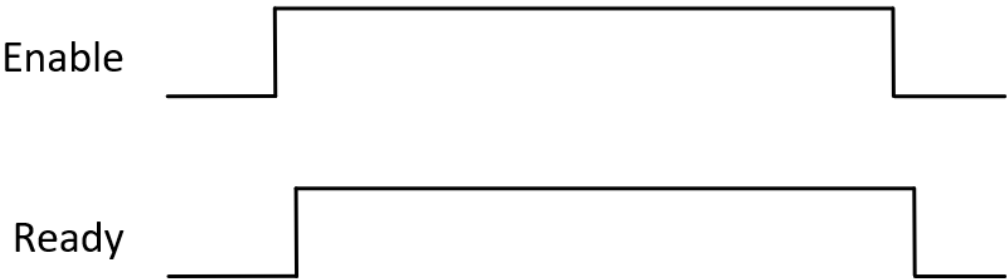

图 6-2 RFID 使能时序图
①使能 RFID。使能是 RFID 工作的必要条件，在整个工作期间需要保持 RFID 使能。使能 RFID 涉及到 Enable 和 Ready 两个信号，具体的时序如下所示。若 Enable 置位后，Ready 未置位，则可能总线模块与 RFID 通讯异常。如图 6-2 所示。